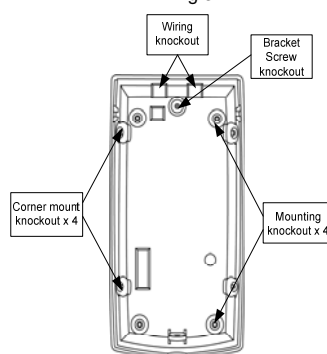

Fig.4
3. Aprire i fori premarcati per il montaggio e per il passaggio del cavo. (fig. 4)
4. Le rientranze circolari e rettangolari alla base inferiore sono i fori punzonabili per l'entrata del cavo. Si possono anche usare i fori di montaggio che non sono in uso per il passaggio del cavo all'interno del sensore.(fig. 4)